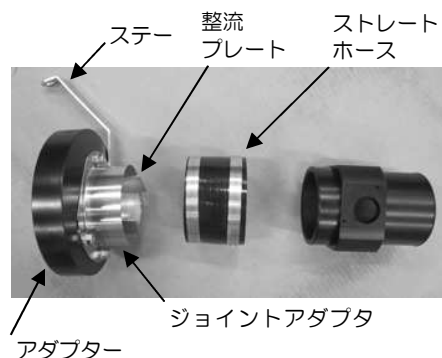

図 7
1) アダプター、ジョイントアダプター、ストレートホース、ステー、エアフロアダプター、整流プレートを、図 7,8,9,10,11,12 を参考に組み立てます。